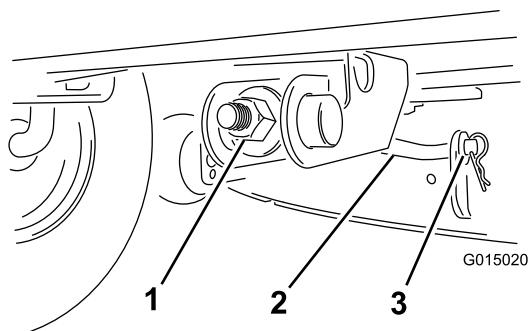

Figura 40
- Para ajustar la inclinación longitudinal, gire la tuerca de ajuste de la parte delantera del cortacésped (Figura 40).